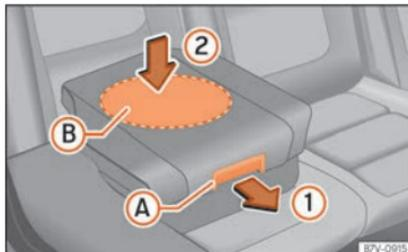

Fig. 99 Cadeira de crianças integrada: baixar a almofada.
- Puxe a almofada para a frente através do manípulo de desbloqueio » Fig. 99 (A) na direção da seta (1).
- Empurre a almofada para baixo pela zona central (B) na direção da seta (2) para que encaixe de forma segura » 1. Os suportes laterais rebatem automaticamente.
Ao baixar a cadeira de criança integrada, pressione apenas sobre o centro da almofada » Fig. 99 (2). Caso contrário, a almofada poderá torcer e não encaixar corretamente.